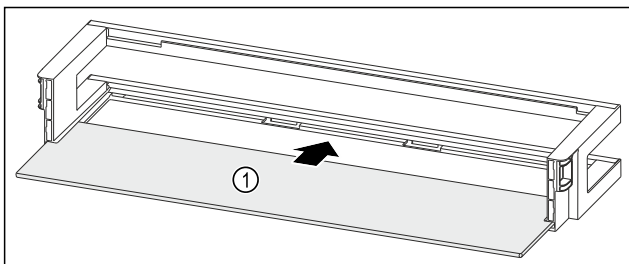

Fig. 99 Рафт на врата с рафт
- ▶ Вкарайте рафта Fig. 99 (1) в страничните прорези.